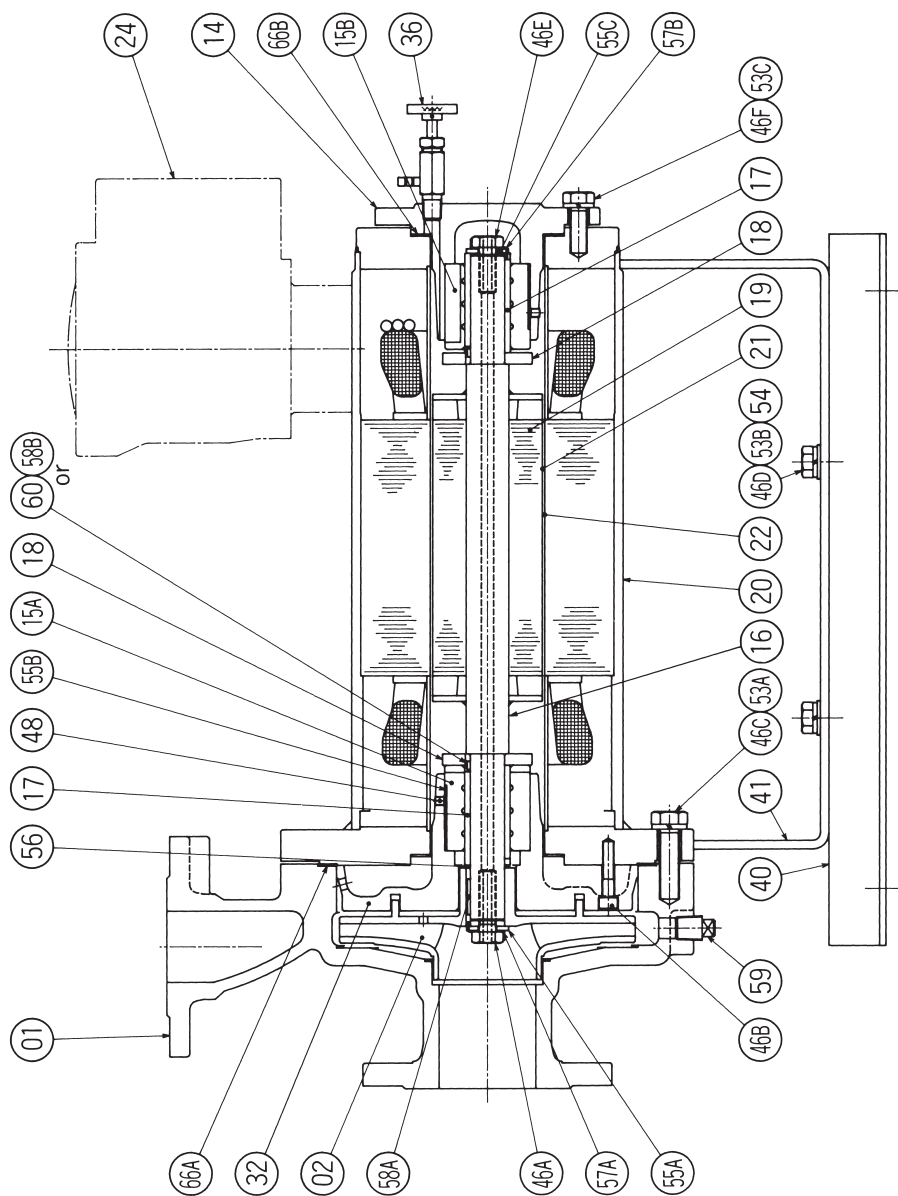

図1 基 本 型 (F-V型)
基本型には、循環液が流れる経路の違いにより、軸内循環方式と循環パイプ方式の2種類があります。軸内循環方式の構造断面図 (F-V 型・FA-V 型) を図1・2に示します。循環パイプ方式の構造断面図 (F 型・FA 型) を図3・4に、FA 型の分解写真を図5に示します。
F 型と FA 型の相違点は、F 型は図1・3に示すようにポンプとモータを接続する部品は FBハウジング (32) であり、FA 型はアダプタ (33) となっています。モータの外径よりケーシング (01) の取付フランジ部が十分大きいときは F 型を、そうでないときは FA 型を採用します。